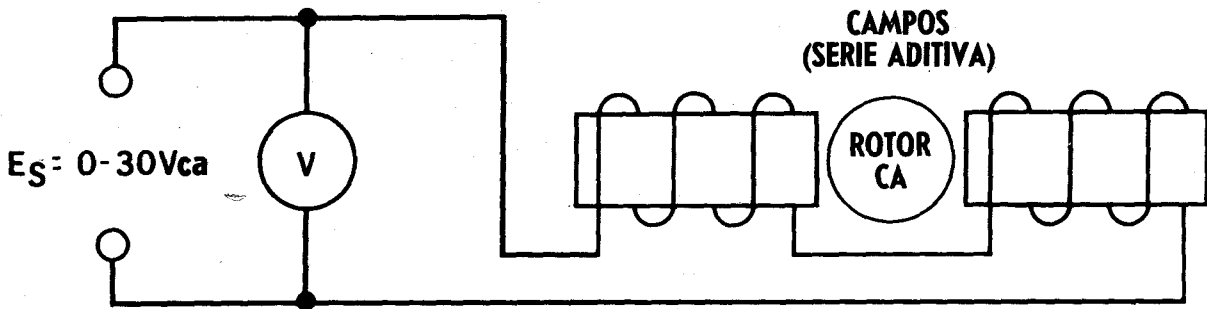

Fig. 43-1
1. Arme un motor síncrono de ca, como el que se muestra en la fotografía y en el esquema de la Fig. 43-1. Este motor usa una armadura,